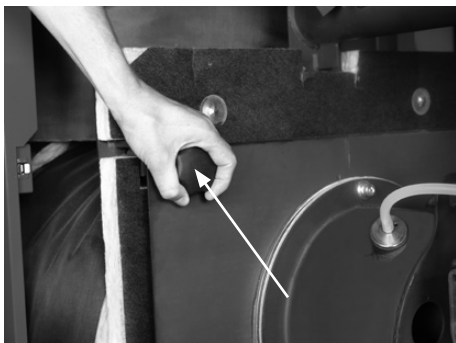

Bild 09
10. Brennkammertür öffnen (2 Sterngriffe BioLyt (50), 4 Sterngriffe BioLyt (70,75) Bild 09). Versichern Sie sich, dass alle Teile genügend abgekühlt sind! Tragen Sie Schutzhandschuhe.